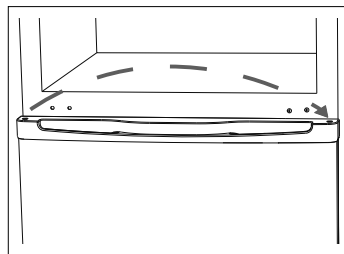

Fig. 9
- ▶ Retirez le capuchon du tenon de charnière du côté gauche de la porte du réfrigérateur et placez-le dans le trou du côté droit (voir **Fig. 9**).
- ▶ Déposez la porte du réfrigérateur (5).
- ▶ Desserrez les deux vis de fixation de la charnière inférieure et retirez la charnière. Utilisez une clé de 8 ou un tournevis cruciforme (voir **Fig. 9**).
- ▶ Dévissez également le pied réglable du côté opposé (voir **Fig. 9**).